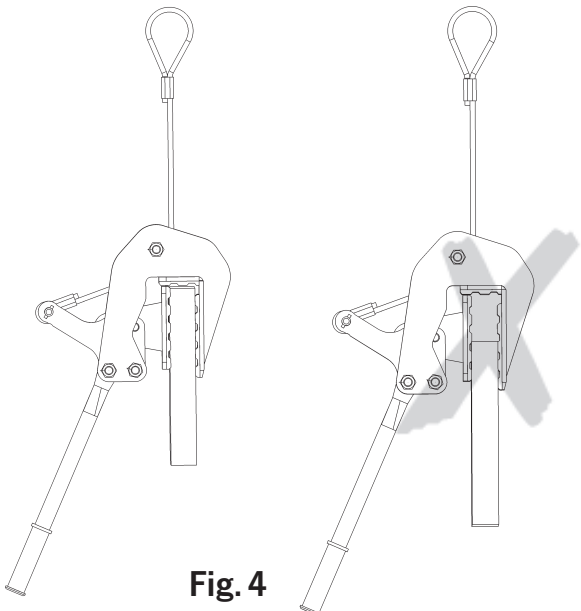

Fig. 4
- Insérer entièrement la charge dans les mâchoires de serrage (Fig. 4).